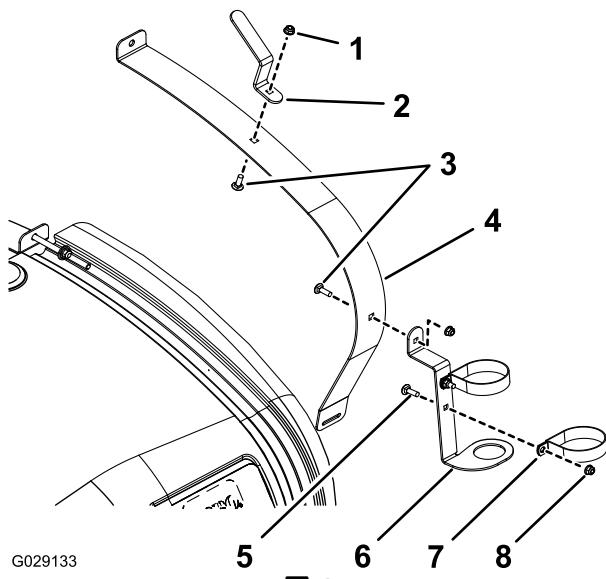
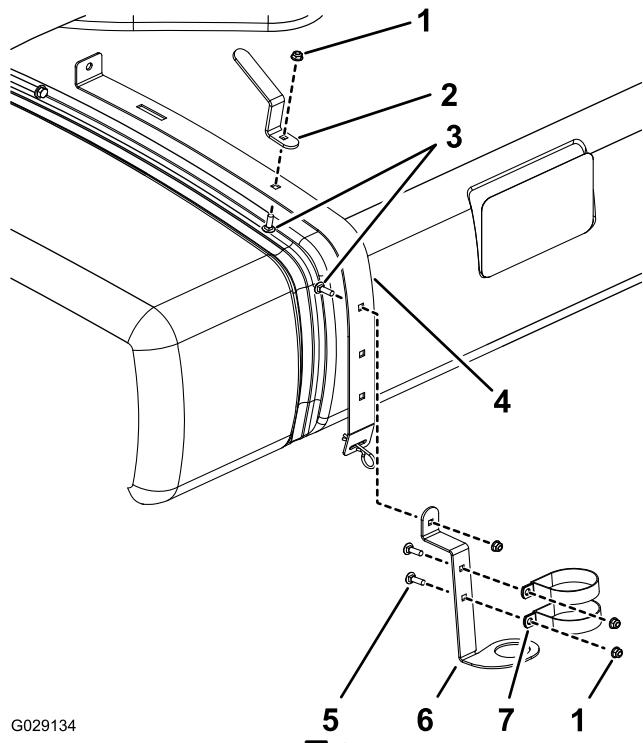

図1
図2
- マルチプロ 1750 とマルチプロ 5800 では右前タンク固定ベルトをゆるめる図1。
- マルチプロ WMでは、右後ろの固定ベルトをゆるめる図2。
2. R クランプ、スプレーガン・ブラケット、ホースフックを取り付けるキャリッジボルト、平ワッシャ、フランジヘッドナットを使用し図1 または図2に示すように取り付ける。